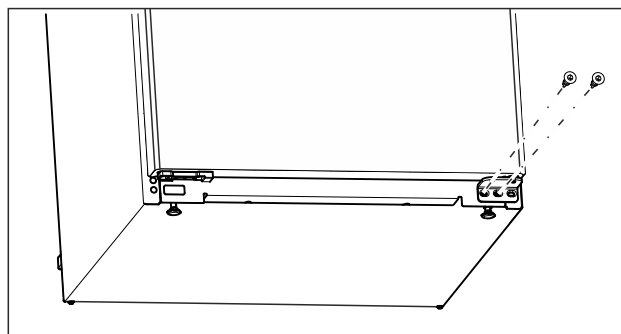

Fig. 15
- Sur le support de palier inférieur, dévisser la vis centrale avec un tournevis Torx 20. (voir Fig. 15)
- Sur le support de palier inférieur, dévisser la vis intérieure avec un tournevis Torx 20. (voir Fig. 15)